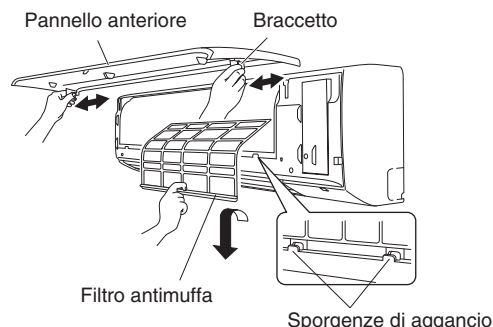

Fig. 3-12
- (1) Aprire il pannello anteriore sino a renderlo quasi orizzontale e rimuoverlo premendone i braccetti laterali verso l'esterno e tirandolo al contempo verso di sé. Se la rimozione appare difficoltosa lo si può lievemente sollevare afferrandolo per le estremità laterali. Muoverlo verso sinistra in modo da liberare il braccetto sinistro e quindi verso destra per liberare quello destro. (Fig. 3-12)
- (2) Sollevare lievemente il filtro antimuffa per sganciarlo dalle apposite sporgenze di aggancio situate sull'unità; tirarlo quindi in basso per rimuoverlo. (Fig. 3-12)